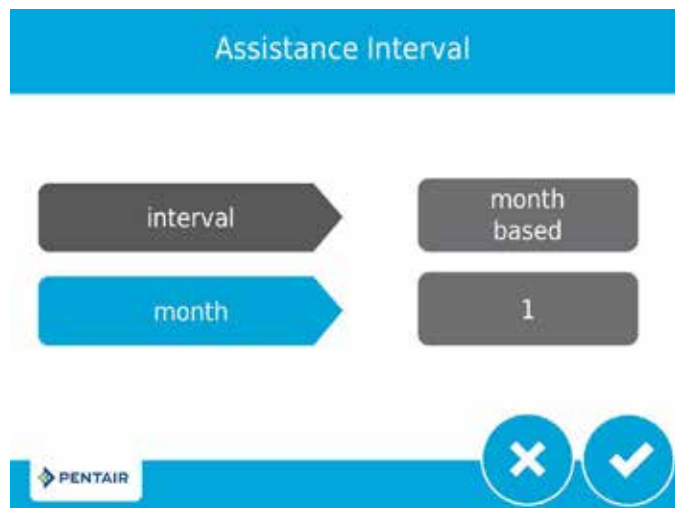

Figure 6 Écran Assistance Interval (Intervalle d'entretien)
4. Après avoir appuyé sur , l'écran Assistance Interval (Intervalle d'entretien) (Figure 6) s'affiche.